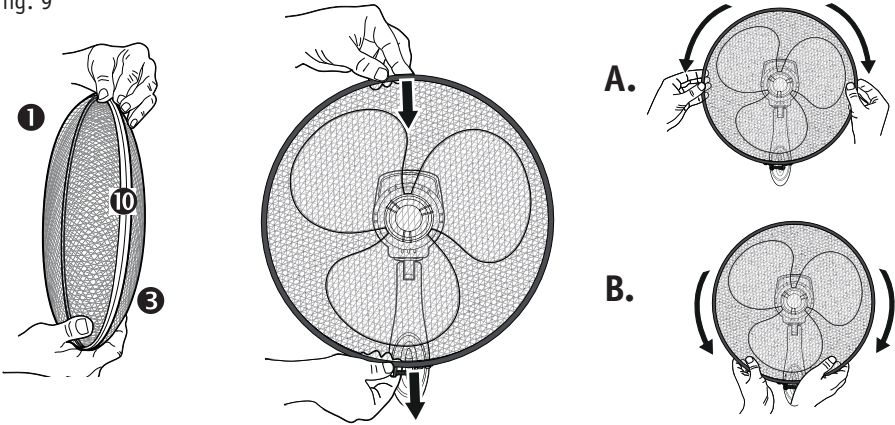

fig. 10
- **fig.10:** Плотно затяните винт и закрепите его крышкой (11)!